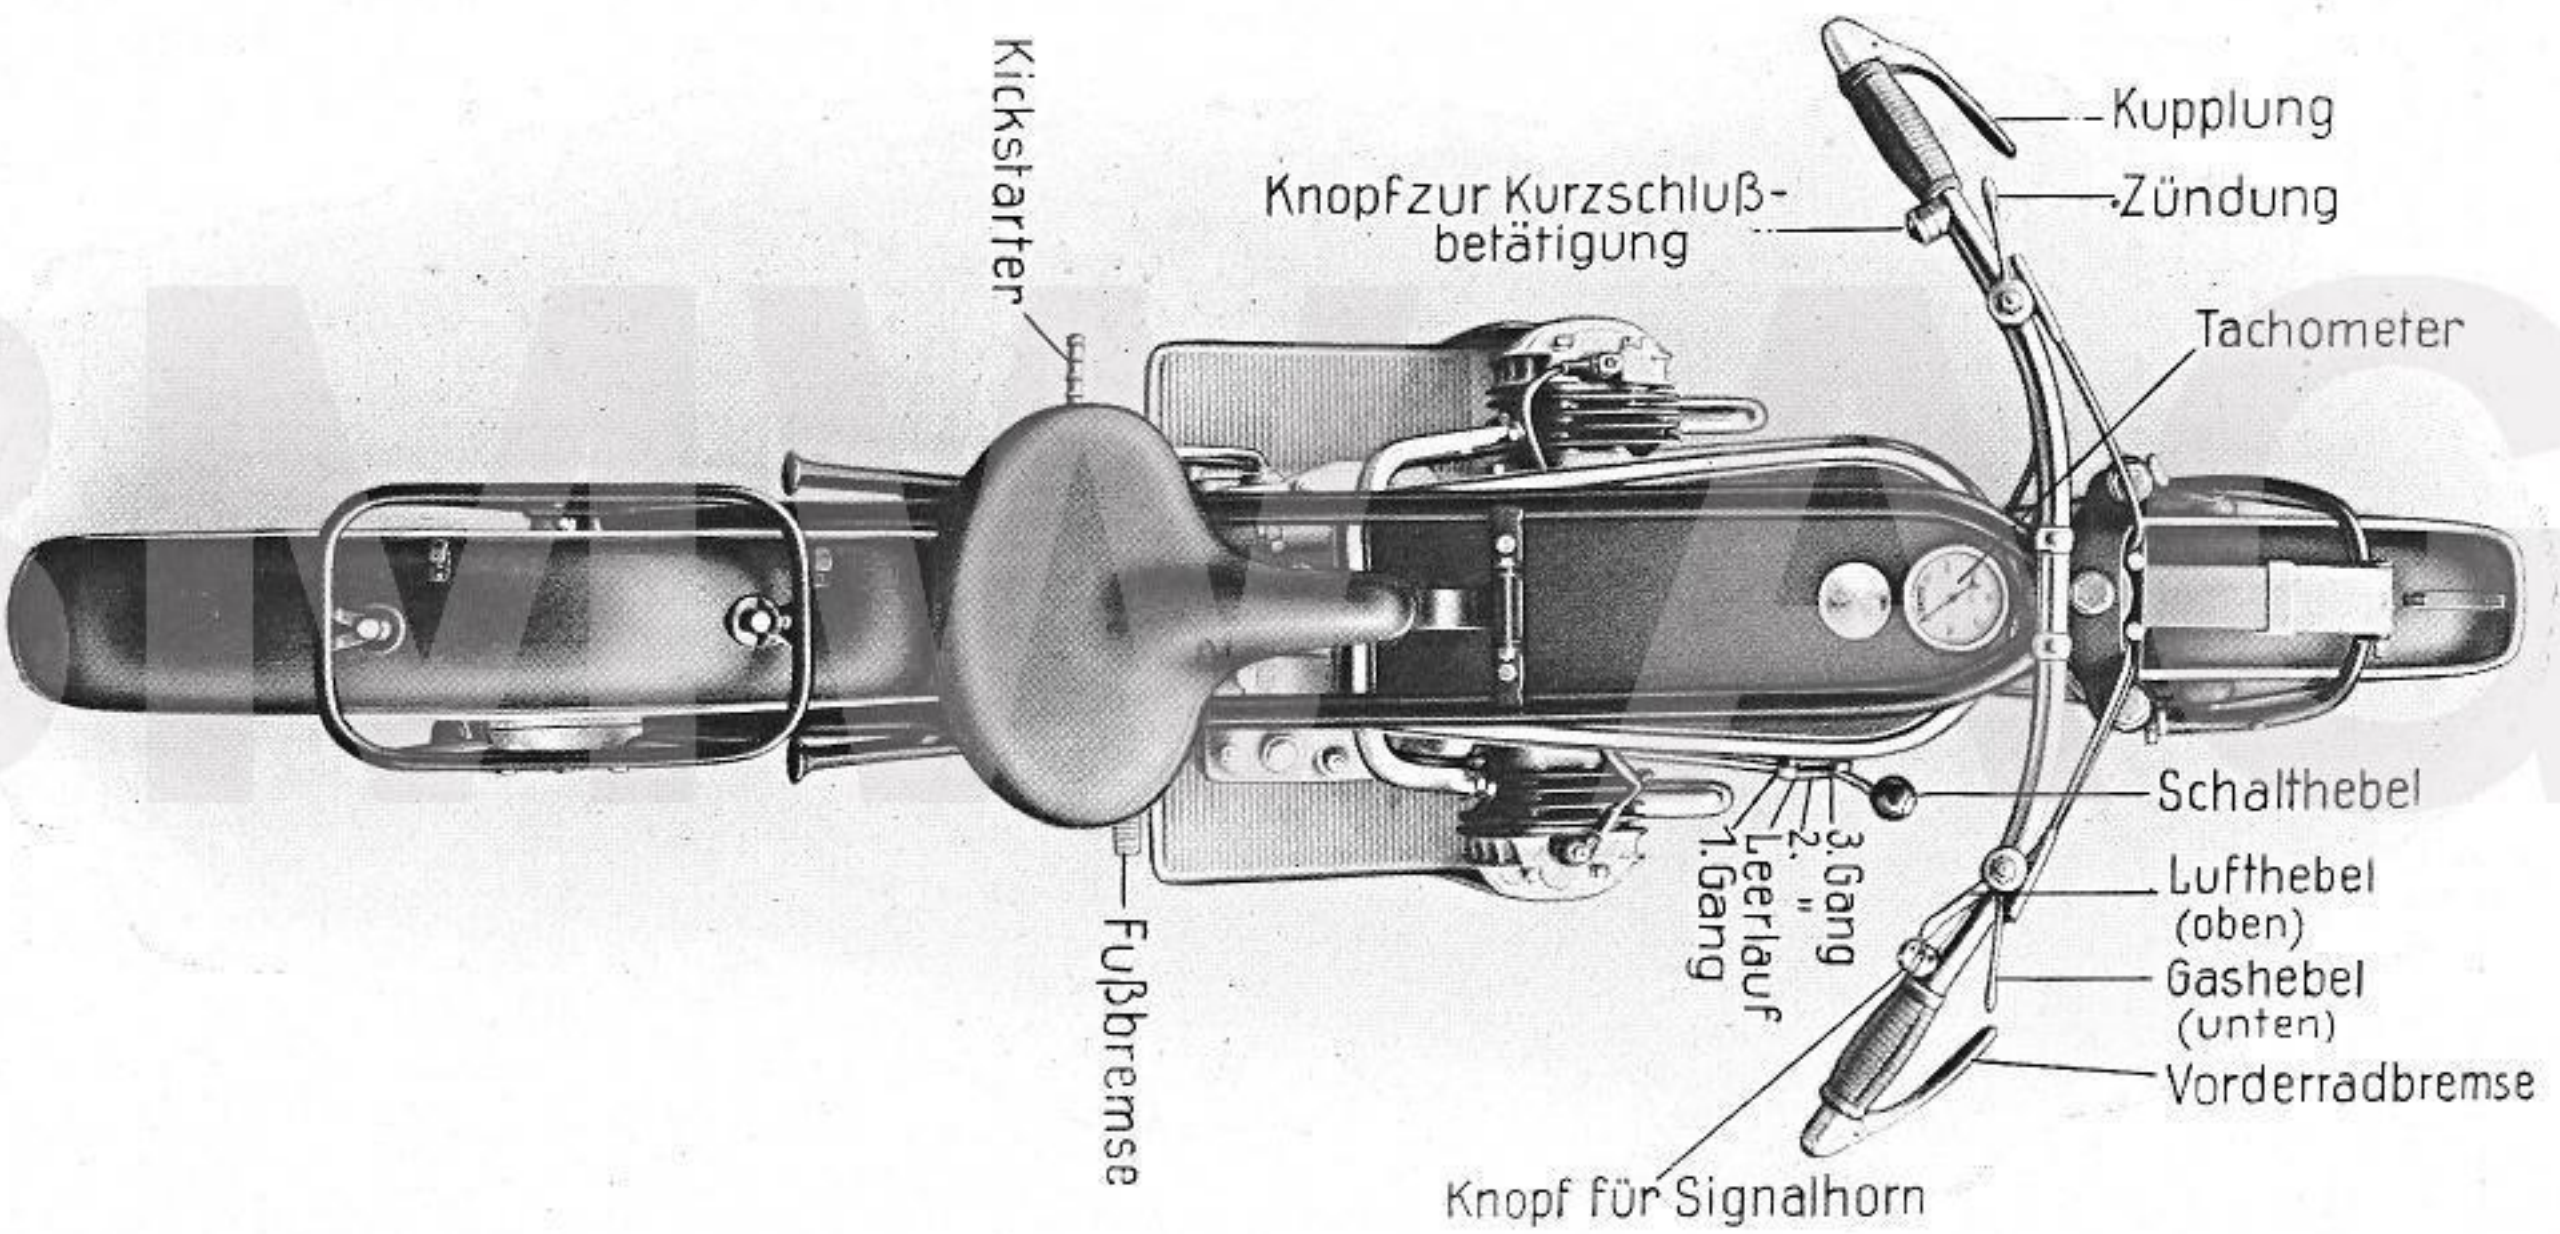

Abb. 23. Die Bedienungshebel am B.M.W.-Rade.
6. Zündung: Für die Zündung des Gemisches wird im allgemeinen ein „Bosch“ Lichtzönder verwendet, für dessen Wartung auf das dem Rade beigegebene Heft verwiesen wird. Die Zündregulierung erfolgt durch den auf der linken Seite der Lenkstange befindlichen Zündhebel. (Abb. 23). An Stelle des Lichtzünders kann auch auf Wunsch ein Magnet vorgesehen werden. Der Lichtzönder bzw. der Magnet sind in zugänglicher Lage auf einer kleinen Plattform oben am Motorgehäuse angebracht und mittels Spannbandes leicht lösbar befestigt. Der Antrieb erfolgt unmittelbar von den Steuerrädern des Motors.
9. Kupplung: Als Kupplung dient eine Einscheibenkupplung, deren treibender Teil das Schwungrad des Motors bildet. Die in Eingriff stehenden Flächen sind mit Friktionsmaterial, normalerweise Ferodo, belegt. Der Betätigungshebel für die Kupplung befindet sich am Ende des linken Lenkergriffes. (Abb. 23.) Er wirkt durch einen Bowdenzug auf den am Getriebeende des Motorblockes befindlichen Kupplungshebel, der seinerseits die Kupplung durch eine Druckstange entgegen dem Druck einer Feder ausrückt.